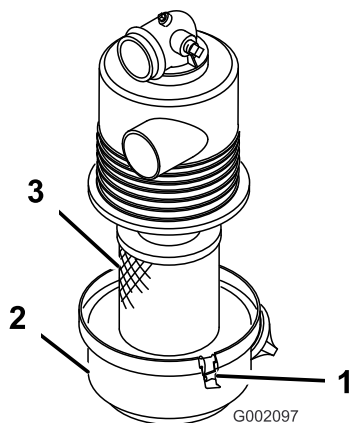

Figura 25
3. Abra los enganches que fijan la tapa del limpiador de aire a la carcasa del limpiador de aire. Separe la tapa de la carcasa. Limpie el interior de la tapa del limpiador de aire (Figura 25).
4. Retire suavemente el filtro de la carcasa del limpiador de aire para reducir la cantidad de polvo desplazado (Figura 25). Evite golpear el filtro contra la carcasa del limpiador de aire.